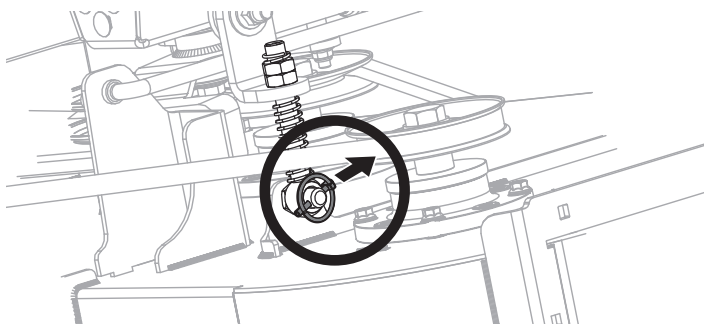

Fig. 43
6. Retirez la goupille de la biellette de levage du pont arrière droit (Fig. 43).